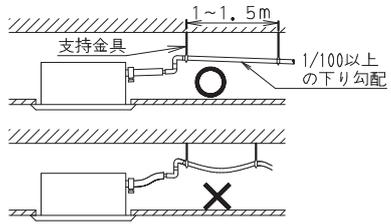

図 1
- ユニット本体に配管を接続したり、取り外したりする際は、必ずスパナとトルクレンチを2丁使用して行ってください。(図1参照)
- 配管は短く、1/100以上の下り勾配を付け、空気だまりのないようにしてください。（図1参照）
- 支持金具は、配管がたわまないよう1～1.5m間隔で取り付けてください。（図1参照）
- 付属のドレンホース①とクランプ金具②を必ず使用してください。